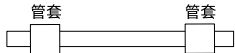

图5 软管卡套图
- 此泵头可适用管套和管接头两种方式，具体长度和位置如下表7，连接方式如上图5